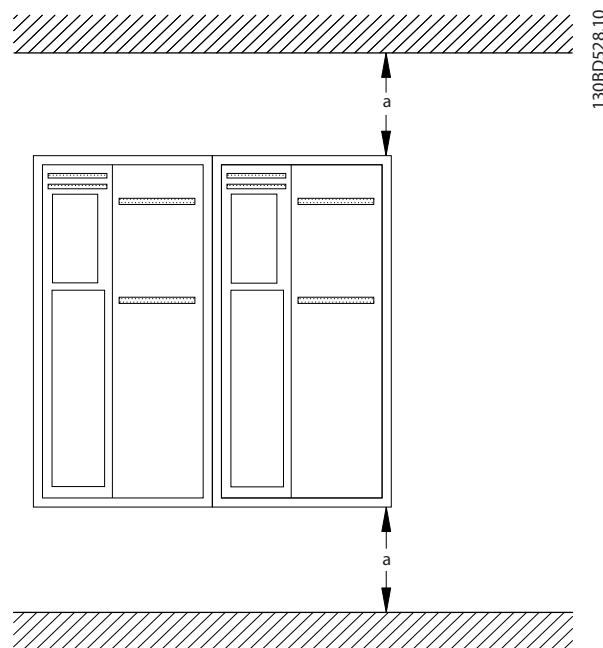

Bild 3.4 Övre och nedre kylningsavstånd
- Se till att kylningsavståndet är tillräckligt stort både ovanför och under enheten. I Bild 3.4 finns information om avståndskrav.